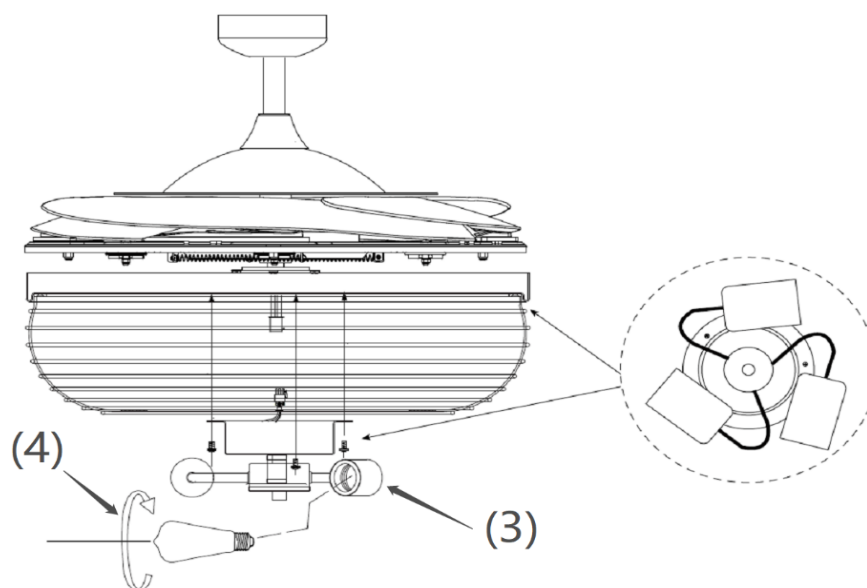

Fig. 8
2. Gire el kit de iluminación en sentido antihorario hasta que las ranuras de los tornillos queden firmes en el extremo de las ranuras (2).
3. Fije el tornillo (1) al soporte de la pantalla de la lámpara. Apriete los tres tornillos. No los apriete en exceso.
4. Conecte el conector rápido a la pieza del soporte de la lámpara (3). (Fig. 8)
5. Fije la pieza del soporte de la lámpara (3) al soporte del kit de iluminación apretando los 3 tornillos. No los apriete en exceso.
6. Instale los globos (4) en los soportes de la lámpara. No exceda la potencia máxima nominal.